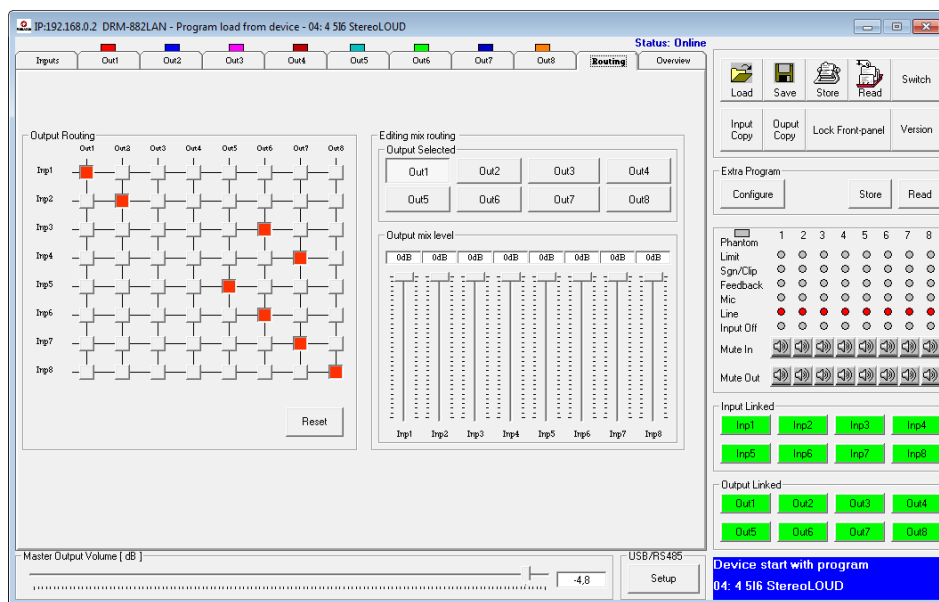

Abb. 26 Ansicht „Routing“
- 1) Um jedem Ausgang die gewünschten Eingangssignale zuzuweisen und deren Mischungsverhältnis festzulegen, die Ansicht „Routing“ (Abb. 26) wählen.